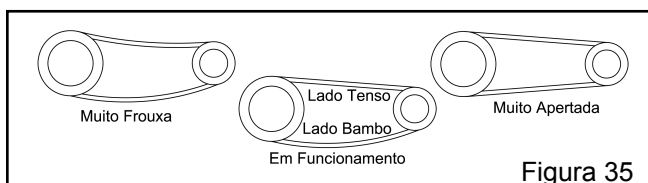

Figura 35
a) A tensão da correia (Figura 35): A melhor tensão é aquela ponto em que a transmissão está com a tensão sem a correia patinar. Uma transmissão pouco tensionada provoca desgaste e superaquecimento pelo atrito. Quando super tensionada, poderá comprometer os eixos, mancais e rolamentos pela fadiga prematura.